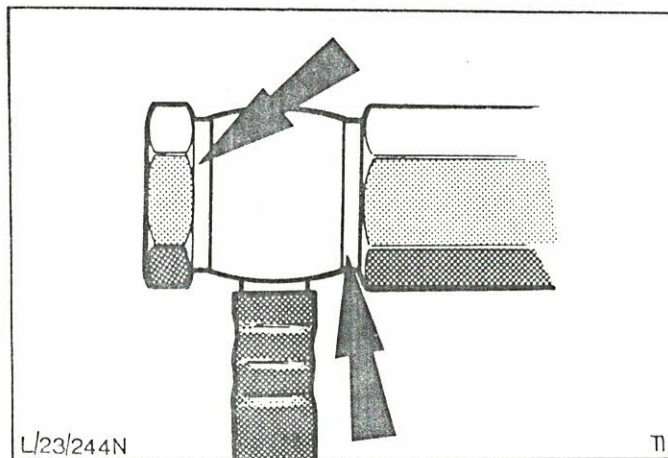

Abb.87 Lager der Kupfer-Beilagscheiben an den Kraftstoffleitungen
9. Kraftstoffzufuhrleitung anbauen, Abb.87.